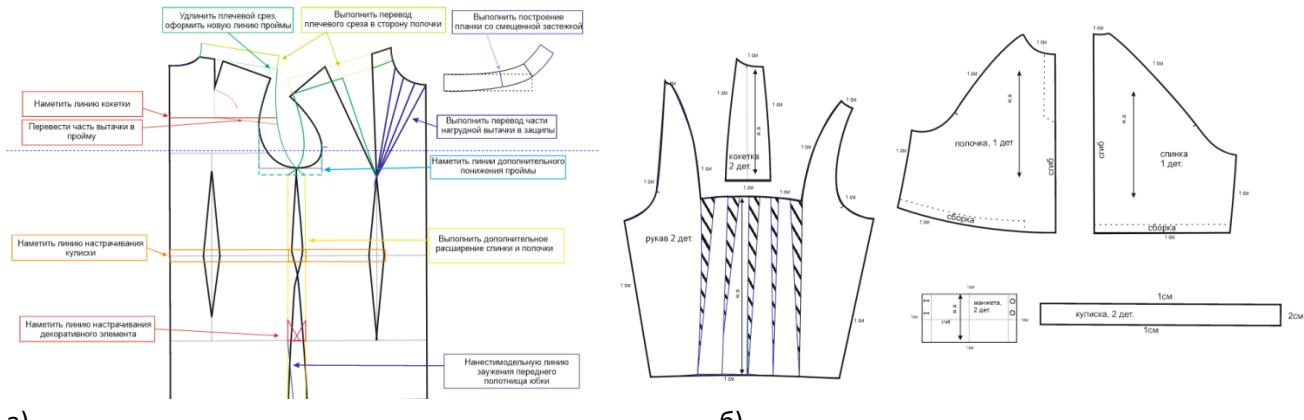

Рисунок 1 – Пример оформления листа задания: а)нанесение линий и необходимых надписей для моделирования чертежа основы, б) результат моделирования
2. Используя графический редактор для конструирования и моделирования швейных изделий, в соответствии с эскизом и описанием, нанесите новые фасонные линии на копию базового чертежа конструкции блузы на размер 42-44, соблюдая пропорции. Нанесите необходимые комментарии *по аналогии с ручным моделированием* (к примеру: закрыть вытачку) на изображения копии базового чертежа и представьте этот лист членам жюри в виде скриншота экрана и файла, сохраненного в указанную папку (рис. 1а).
3. Выполните копии основных деталей на листе и построение дополнительных деталей кроя, проведите моделирование, при необходимости оформите новые линии деталей, результаты представьте жюри в виде скриншота экрана и файла, сохраненного в указанную папку (рис. 1б).